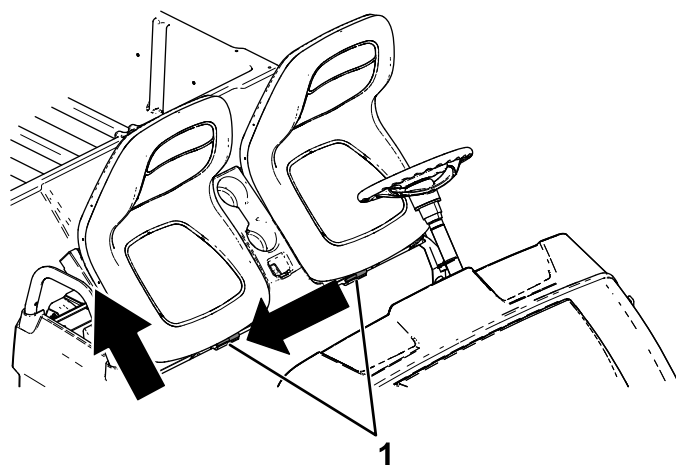

Figure 28
2. Poussez l'ensemble sièges sur le côté pour le dégager des goupilles, puis soulevez-le (Figure 28).